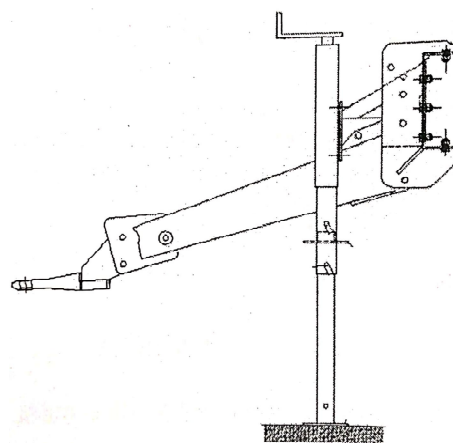

图 2.8
6.停放在干燥、平整的地方，使用支撑架将打捆机撑起（图 2.8），插入固定销，轮胎下